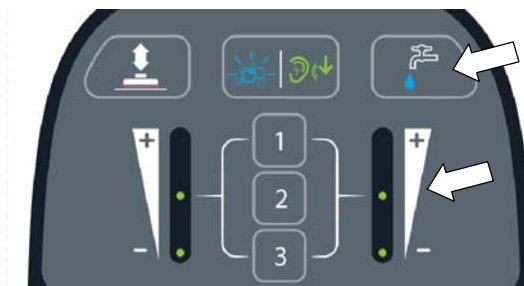

РИС. 40
3. Для снижения или увеличения потока раствора используйте кнопку подачи раствора (Рисунок 40). Текущий заданный поток раствора будет отображаться индикатором потока раствора. Светодиоды не горят = раствор не подается, один светодиод = слабый поток, два светодиода = средний поток, три светодиода = высокий поток.